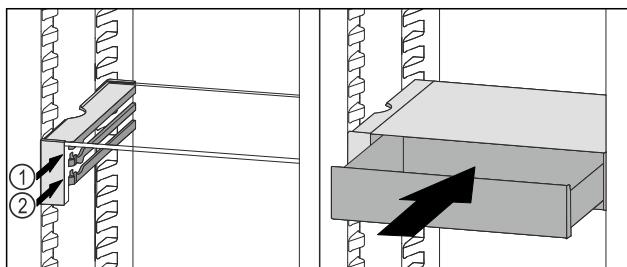

Fig. 105
- Zásuvku VarioSafe nasadte za zarážkami na požadovanom rebre Fig. 105 (1) alebo Fig. 105 (2).